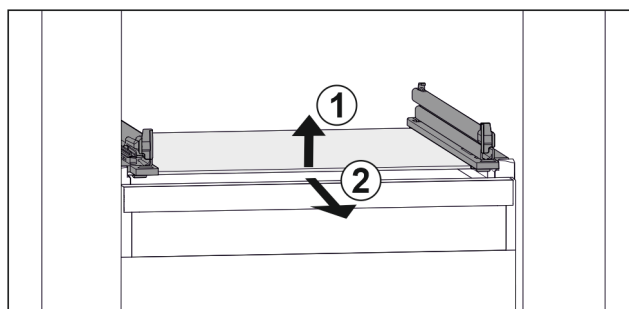

Fig. 112 Exempel på glashylla
- ▶ Lyft glashylla framtill. Fig. 112 (1)
- ▶ Ta ut glashylla framåt. Fig. 112 (2)